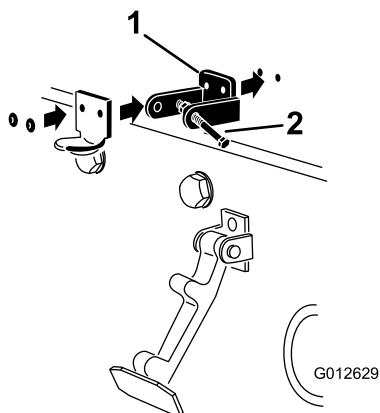

Рисунок 9
4. Совмещая монтажные отверстия, поместите стопорный кронштейн стандарта СЕ и кронштейн защелки капота на капот (Рисунок 9).
6. Приклепайте кронштейны и шайбы к капоту (Рисунок 9).